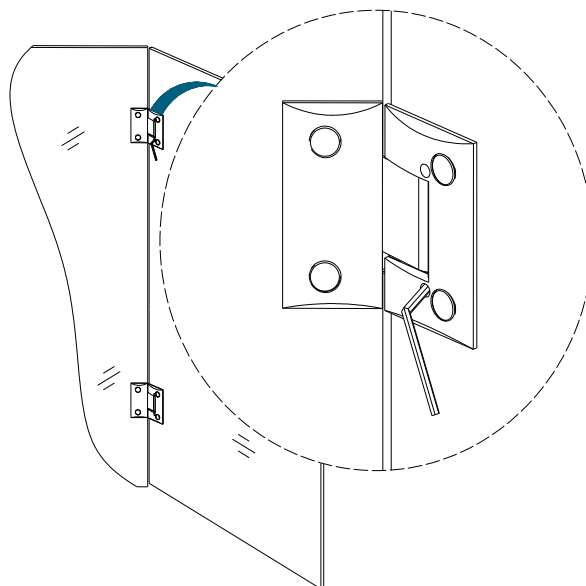

Figure 2
2. Les charnières sont auto-fermantes et pré-ajustées à 130 degrés. Vous pouvez modifier cet angle en utilisant les vis de réglage sur la plaque de la charnière. **Fig. 2**